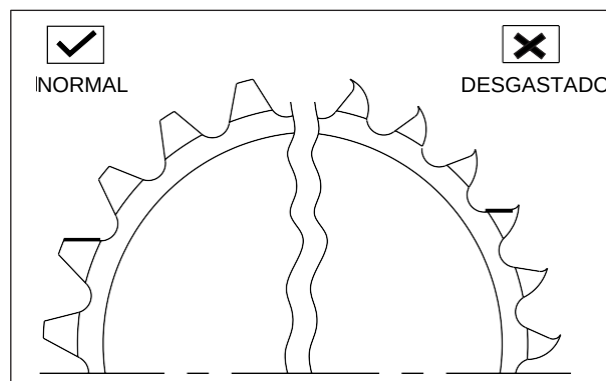

Fig. 6.95
- Revise el desgaste de los dientes del *sprocket*. Si se ven desgastados como en la figura, remplace el *sprocket* por uno nuevo. (Fig. 6.95)